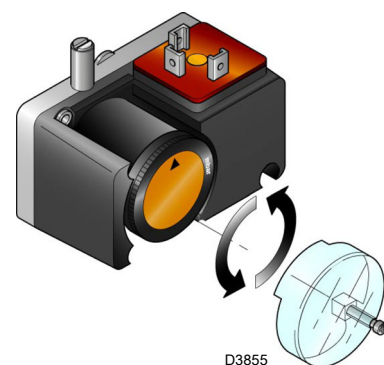

图 26
- 调节燃气阀组上的最小燃气压力开关（图 26）至量程的起始位置；
上述调整结束后，开始设定最小燃气压力开关，此时开关位置应置于量程的开始位置（图 26）。